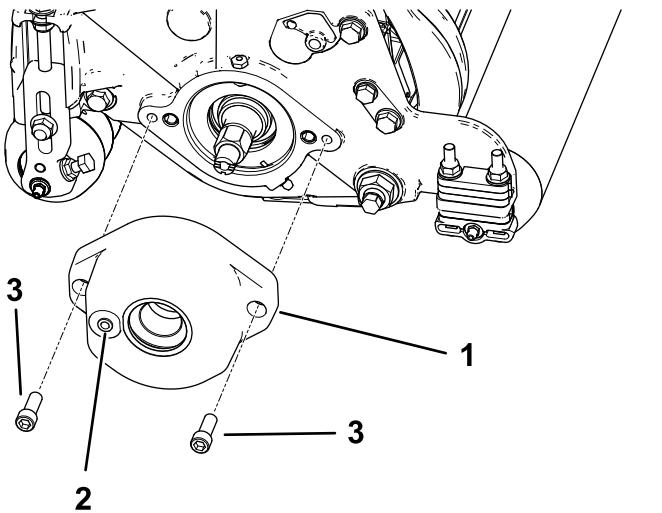

Figura 4
- Solo per il modello 03408: montate l'alloggiamento della spazzola per rulli sull'alloggiamento del cuscinetto del cilindro con 2 bulloni a esagono incassato ($\frac{3}{8}$ " x 1"); fate riferimento a Figura 4.